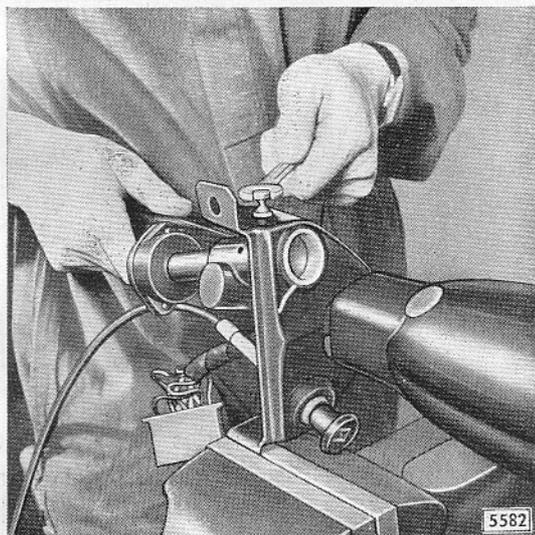

Bild B 31 - Lenk- und Zündschloß am Lenkstützrohrhalter mit Abreißschraube befestigen
5. Neues Lenk- und Zündschloß über Lenkstützrohr schieben und mit neuer Abreißschraube am Lenkstützrohrhalter befestigen. Hierbei Sechskantkopf der Schraube so fest anziehen, bis er an der schwächsten Stelle abreißt (Bild B 31).